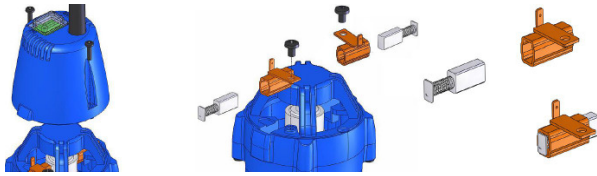

Abb. 12: Motor Kohlen austauschen
Schritt 2: Die oberen Gehäuse-Schrauben heraus-schrauben (Abb. 12 links).
Schritt 3: Die oberen Schrauben der Kohlenführungen lösen (Abb. 12 mitte) und die Kohlen aus den Führungen entnehmen.